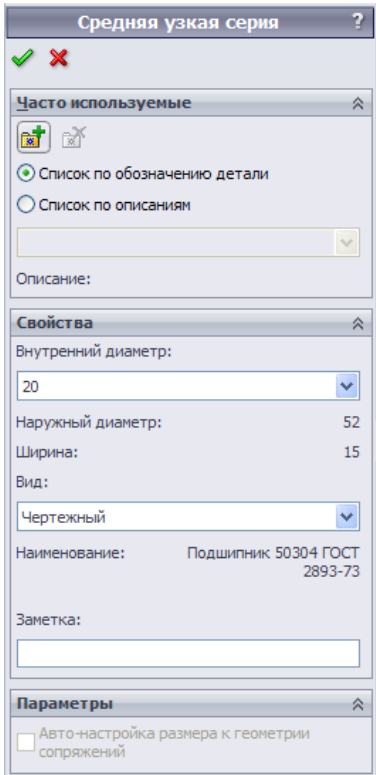

Рисунок 11.41 - Завдання параметрів підшипника
18. У вікні «Средняя узкая серия» (рис. 11.41) уведемо в розділі «Свойства» внутрішній діаметр підшипника - 20. Інші розміри підшипника визначаються автоматично на підставі внутрішнього діаметра і його типу: зовнішній діаметр підшипника складе 52 мм, а ширина - 15 мм (рис. 11.41).